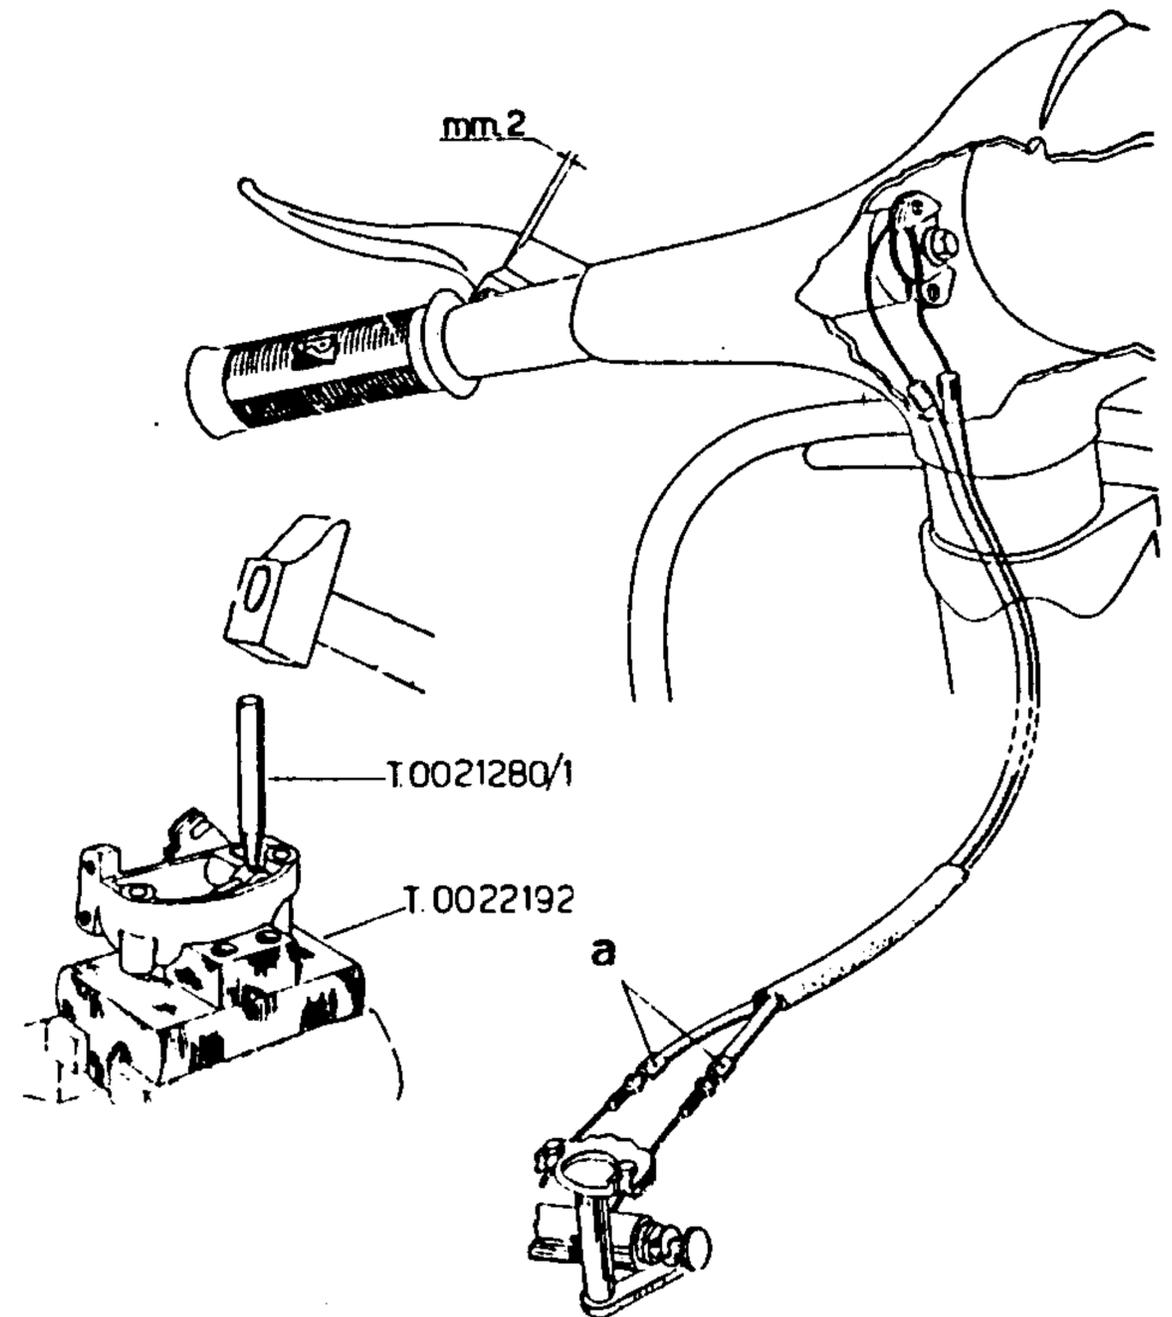

Fig. 23 - Montaggio leva sul settore del cambio - Registrazione comando cambio.
- 2) Ribattere la spina di collegamento come indicato in fig. 23.
- 1) Se in posizione di «0» il comando ha un giuoco eccessivo, tendere l'uno o l'altro cavetto agendo con chiave piatta sulle relativi viti di registro « a » (fig. 23).